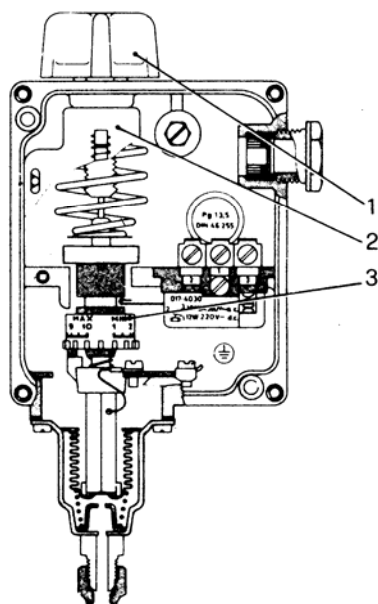
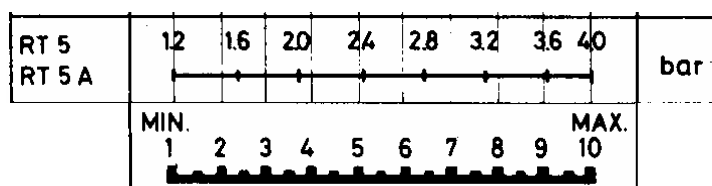

Рис. 3
Рис. 4
**Калибровка реле давления (Рис. 3):**
- Повернуть регулятор (1) до тех пор, пока стрелка шкалы (2) не установится на значении давления, на котором следует начать работу;
- Снять крышку реле давления и разместить барабан (3) на значении, выбранном качестве дифференциала (остановка горелки) на основе графика, приведенного на Рис. 4.